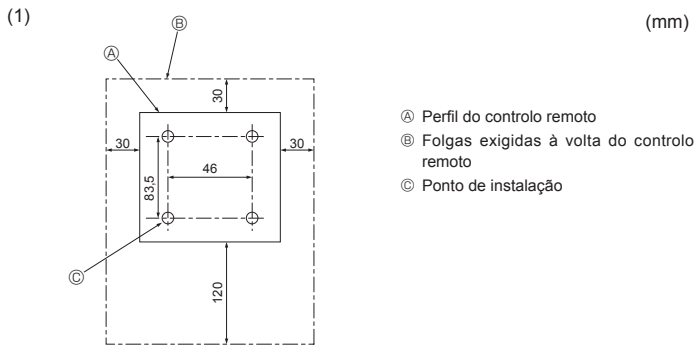

Fig. 6-2
6.2. Controlo remoto (Fig. 6-2)